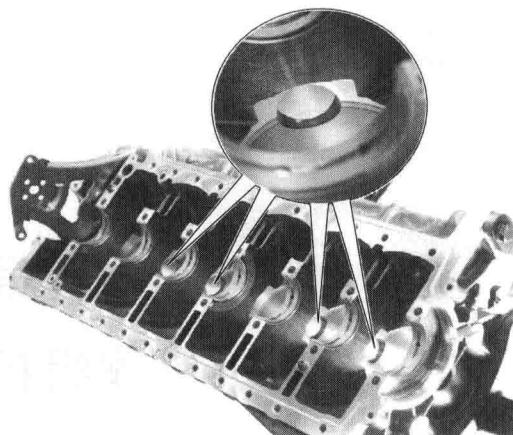

图 1-3 曲轴箱通风孔
(1) 通风形式 曲轴箱通风包括自然通风和强制式曲轴箱通风，现代汽油发动机常采用强制式曲轴箱通风，又称 PCV 系统。曲轴箱通风孔如图 1-3 所示。
(2) 曲轴箱通风装置的作用